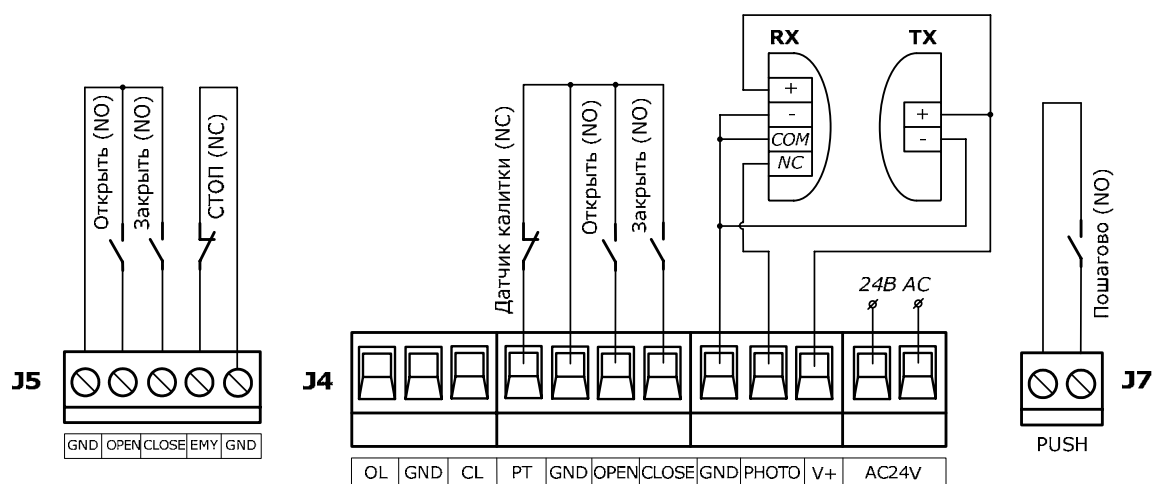

Рис. 8. Электрические подключения дополнительных устройств к блоку управления
Для управления открытием и закрытием ворот к модулю управления подключаются устройства с «нормально-открытым контактом» (Рис. 8, J4 и J5): кнопки, выключатели и т.п. Управление от устройств подключенных к клеммам «OPEN» и «GND» осуществляется в последовательности "Открыть - Стоп - Открыть - Стоп...". Управление от устройств подключенных к клеммам «CLOSE» и «GND» осуществляется в последовательности "Закрыть - Стоп - Закрыть - Стоп...". Если для управления открытием или закрытием установлено несколько устройств, то они должны быть подключены параллельно.
Для управления движением ворот в режиме пошагового управления (соответствует последовательности действий "Открыть - Стоп - Закрыть - Стоп - Открыть...") к модулю управления подключаются устройства с «нормально-открытым контактом»: кнопки, выключатели, контакты внешнего радиоприемника и т.п. Подключение устройств управления пошагово необходимо производить к клеммам «PUSH» (Рис. 8, J7). Если для пошагового управления приводом установлено несколько устройств, то они должны быть подключены параллельно.
Для немедленной остановки ворот при открытии к блоку управления привода могут быть подключены устройства с «нормально-закрытым контактом» (Рис. 8, J4), например, датчик калитки. Подключение устройств безопасности необходимо производить к клеммам «PT» и «GND». Если для немедленной остановки ворот при открытии установлено несколько устройств, то они должны быть подключены последовательно.
Для немедленной остановки ворот при открытии и закрытии к блоку управления привода могут быть подключены устройства с «нормально-закрытым контактом» (Рис. 8, J5), например, датчики ослабления тяговых тросов. Подключение устройств безопасности необходимо производить к клеммам «EMY» и «GND». Если для немедленной остановки ворот установлено несколько устройств, то они должны быть подключены последовательно.
Для обеспечения безопасности одна или несколько пар фотоэлементов могут быть подключены к блоку управления привода (Рис. 8, J4). Выходная цепь приемника (RX) должна быть подключена к клеммам «PHOTO» и «GND». Цепи питания приемника (RX) и передатчика (TX) фотоэлементов подключаются к клеммам «V+» и «GND», номинальное напряжение на которых 12В постоянного тока. Максимальное значение тока для всех подключенных к клеммам «V+» и «GND» устройств не должно превышать 200мА. Во время закрытия ворот, срабатывание фотоэлементов вызывает остановку привода и последующее открытие ворот. Если установлено несколько пар фотоэлементов, то они должны быть соединены друг с другом последовательно по выходной цепи и параллельно по цепи питания.
К электронному модулю привода могут подключаться другие устройства, отличные от вышеуказанных, например, универсальный приемник радиуправления и др. Данные устройства могут быть подключены к клеммам «AC24V» (Рис. 8), номинальное напряжение на которых 24В переменного тока. Максимальное значение тока для всех подключенных к клеммам «AC24V» устройств не должно превышать 200мА.